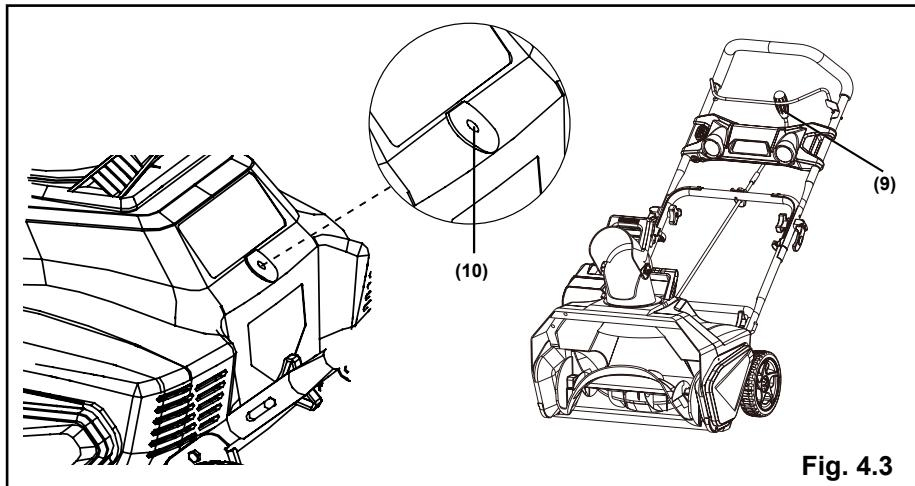

Fig. 4.3
- Asegúrese de que el mango (9) de la barra de control del canal de descarga apunta hacia arriba e inserte la barra en el orificio de referencia (10) de la parte posterior de la carcasa. (Fig. 4.3)